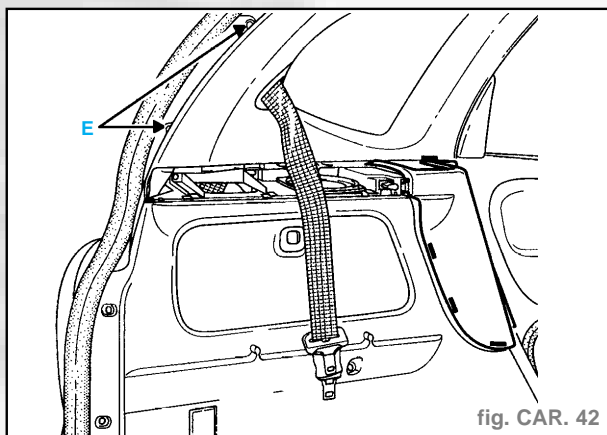

fig. CAR. 42
- Déposer les deux vis de fixation latérales des garnitures de custode (E) et ôter la garniture de son emplacement sous l'embase de l'équilibreur de hayon (fig. CAR. 42).